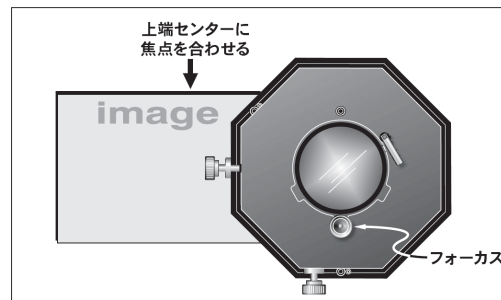

図 2.39 上端フォーカスの調整
1. 左右ボアサイトが完璧である場合に、画像のフォーカスをスクリーンの上端に合わせます(図 2.39)。